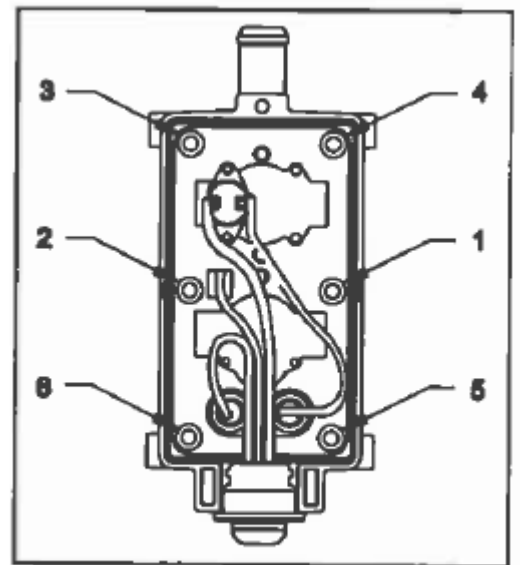

图8 紧固件-紧固图例
- 8) 重新组装加热器，拧紧螺丝，扭力在 5-6NM，参考图 8。确保温度传感器与底板接触紧密，能够正常感应到温度。